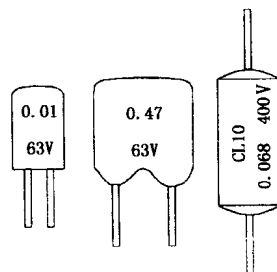

图 1-2-5
(4) 有机薄膜电容。这种电容以涤纶膜或聚苯乙烯膜等为介质，其外形如图 1-2-5 所示。这种电容的绝缘电阻高、介质损耗小，可用于较高频率电路中。其中涤纶电容因体积小、容量较大，可作旁路或滤波之用。
(5) 铝电解电容。这种电容是有极性的。它的正极是覆盖氧化铝薄膜的铝箔，而负极是没有氧化铝的铝箔，两极密封在糊状电解液中。这种电容器的特点是容量大，适于电源滤波和音频旁路之用。
(6) 钽电解电容。钽电解电容分固体钽电容和液体钽电解电容。钽电解电容不仅体积小、容量大，而且绝缘电阻高、性能稳定、寿命长，可长期储存使用，但价格较高。这种电容器适用于精密电子仪器的低频电路和定时电路中。钽电解电容也是有极性的电容。